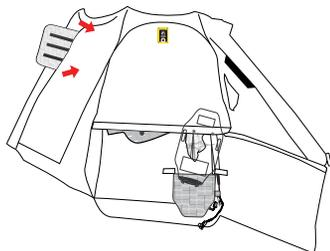

Рисунок 15
5. Для отсоединения передней части подушки безопасности, которая закрывает область грудной клетки, необходимо открыть зажим и застежки-липучки, расположенные на ее передней и задней сторонах. После этого извлечь подушку безопасности через отверстие, расположенное над правым рукавом (Рисунок 15).